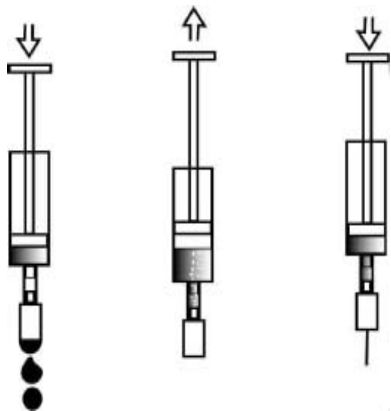

Рис. 13. Промывка сопла
3. Вставить сопло в трубочку шприца, как показано на рис. 13;